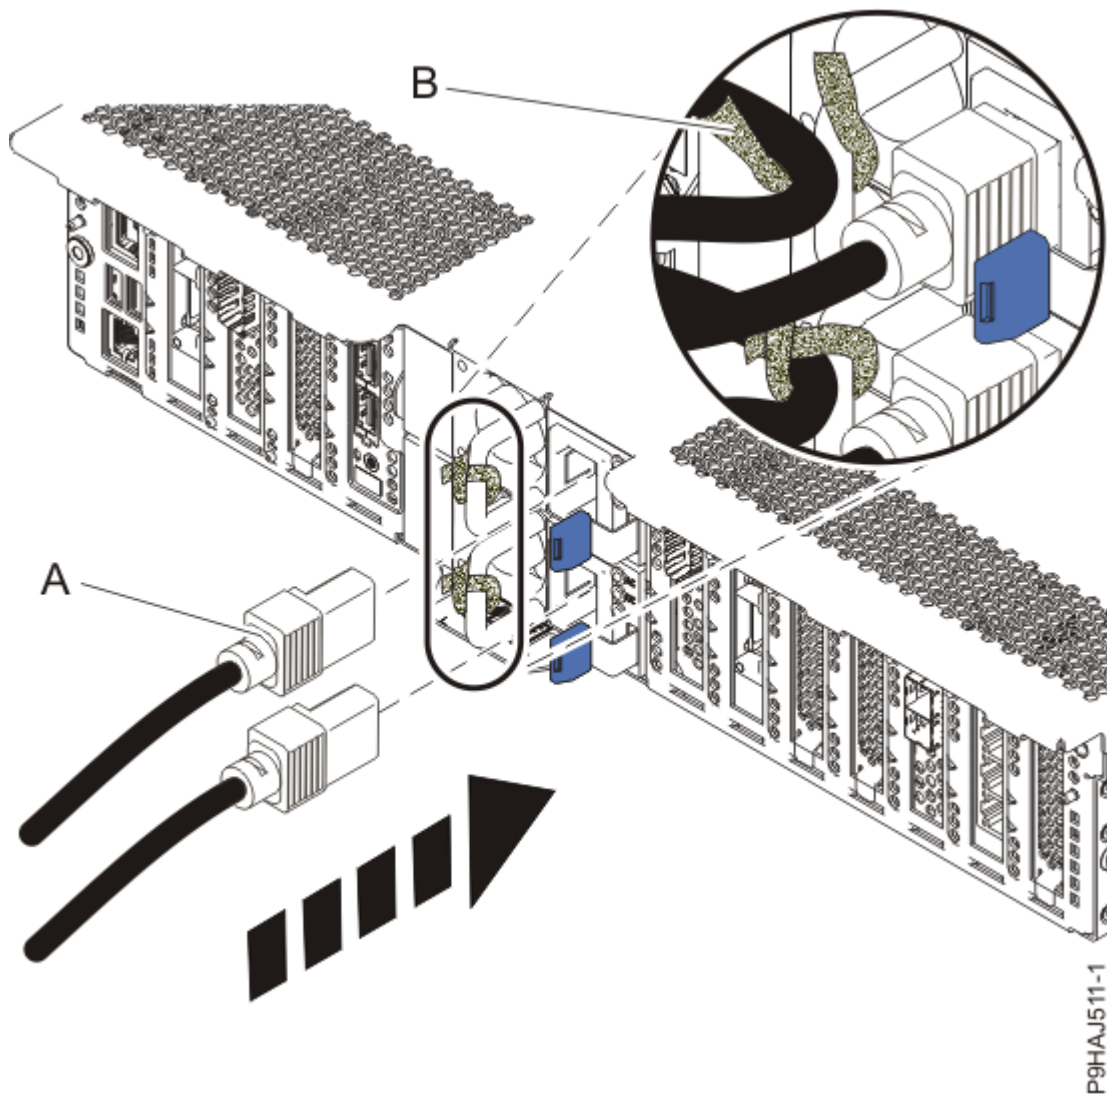

Figura 16. Connexió dels cables d'alimentació
7. Mitjançant les etiquetes, torneu a connectar els cables d'alimentació **(A)** a la unitat del sistema. Colleu els cables d'alimentació al sistema utilitzant les brides, **(B)**, tal com es mostra a la Figura 16 a la pàgina 18.